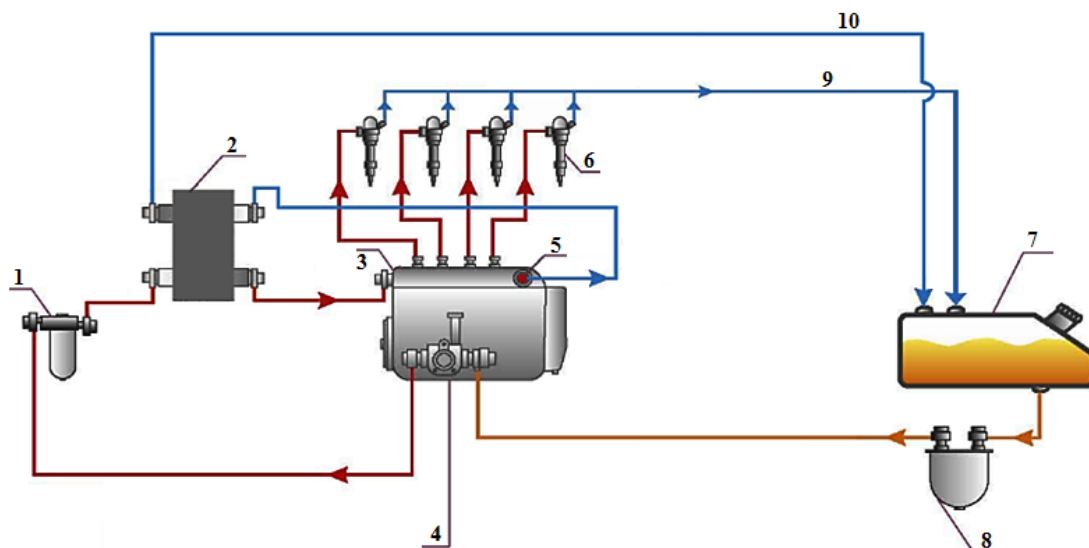

Рис.7. Установка подающей камеры на давление
- 1) Установка подающей камеры производится в топливную магистраль после ТНВД (**на давление**) (см. рисунок 7).